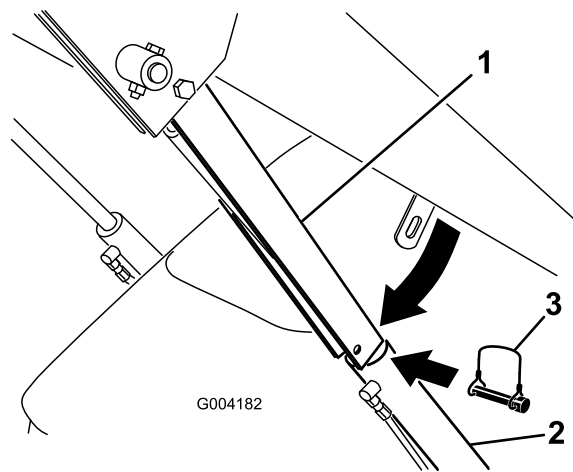

Figura 23
4. Rimuovere l'acciarino che assicura il blocco del cilindro al braccio cariatore (Figura 23).
5. Abbassare il blocco del cilindro sull'asta e fissatelo con l'acciarino (Figura 23).